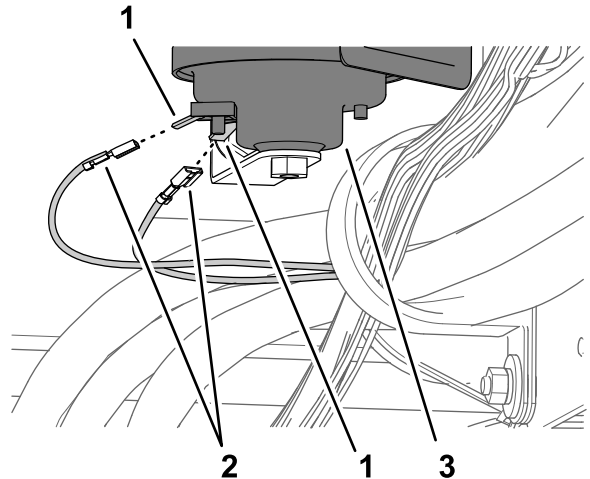

Figure 39
2. Branchez les 2 bornes du faisceau étiqueté HORN aux 2 connecteurs plats de l'avertisseur sonore (Figure 39).